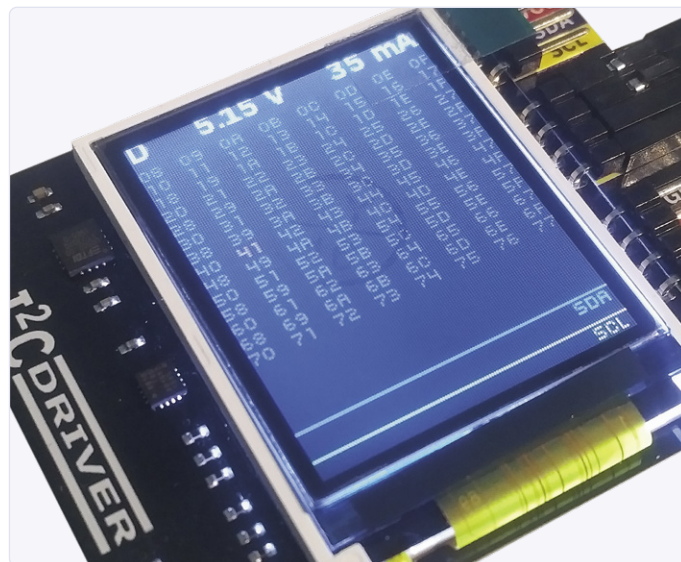

Figure 6. Une seule couleur, cela signifie qu'il n'y a qu'un seul capteur.
*HygroSage* démarre bien (en dépit de mon câblage assez pathétique). L'affichage de la consommation en haut de l'écran se met à jour. Je signale que le contenu de l'afficheur de l'I2CDriver n'est apparu qu'après le démarrage du logiciel (sur lequel je reviens ci-dessous et qui s'est parfois planté au démarrage). Quand le démarrage réussit, vous voyez ce que montre la **figure 6** : cet affichage vous informe sur la fréquence d'accès aux différents appareils (*heatmap*).